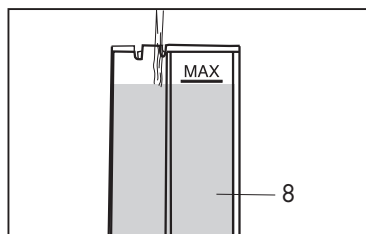

Fig. 2
- Llene el depósito hasta alcanzar el nivel máximo indicado (MAX). **(Fig.2)**